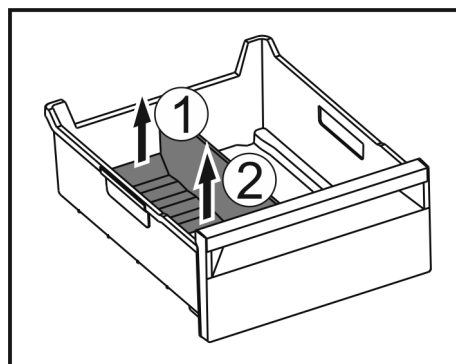

Fig. 211
- Podignite stražnji dio pregrade ladice za led. Fig. 211 (1)
- Izvadite pregradu ladice za led prema gore. Fig. 211 (2)